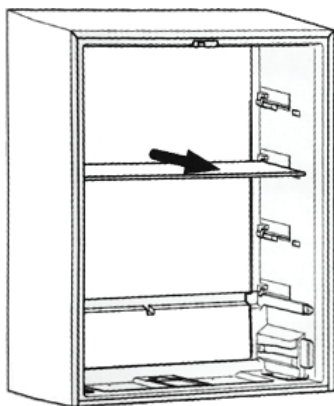

Рис. 1
1. Потяните полку на себя (рис. 1).